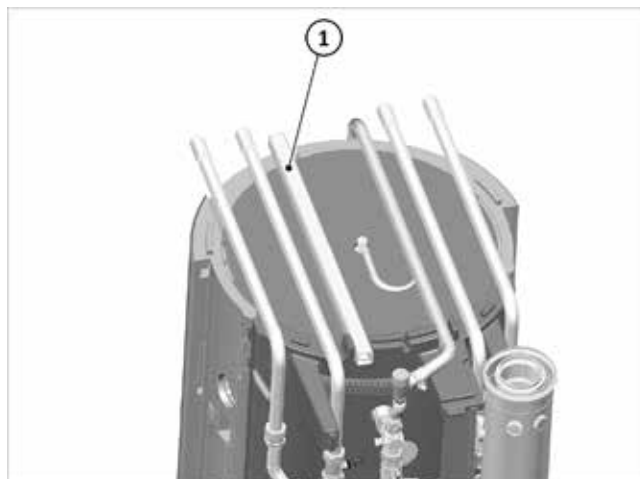

Fig. 98: canalina guida cavi
1. Far passare il cavo Modbus della scatola di distribuzione attraverso il canale passaggio cavi → Fig. 98 (1) che si trova sul coperchio.